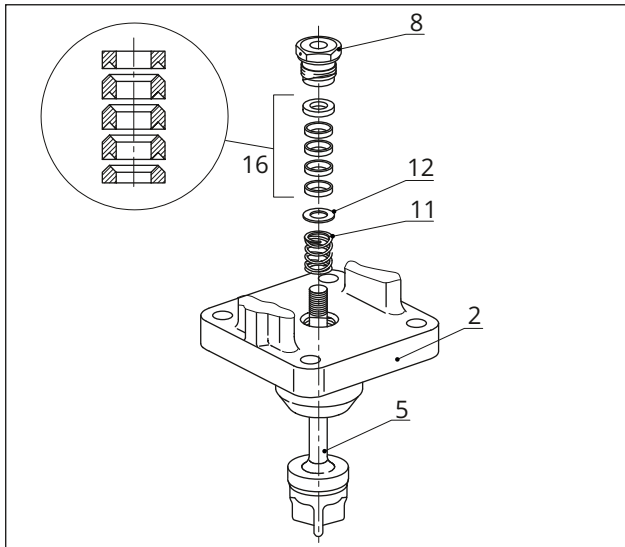

Fig. 26: Standart conta
10. Laternayı (2) gövdenin üzerine yerleştirin.
11. Uygun bir alet yardımıyla sızdırmazlık parçalarını klape mili üzerinden dikkatlice salmastra yuvasına yerleştirin. Doğru sırayı takip edin (bkz. Fig. 26).
9. Uygun bir alet yardımıyla sızdırmazlık parçalarını klape mili uzantısı üzerinden dikkatlice salmastra yuvasına yerleştirin. Doğru sırayı takip edin (bkz. Fig. 26).
10. Vana klapesini somun (33) ve civatalarla (32) birlikte sabitleyin. Sıkma torklarına dikkat edin.
11. Vidalı yüksük (8) parçasını yuvasına yerleştirip sıkın. Sıkma torklarına dikkat edin.
12. Kontra somunu (10) ve mil bağlantı somununu (9) klape mili üzerinde gevşek olarak sıkın.